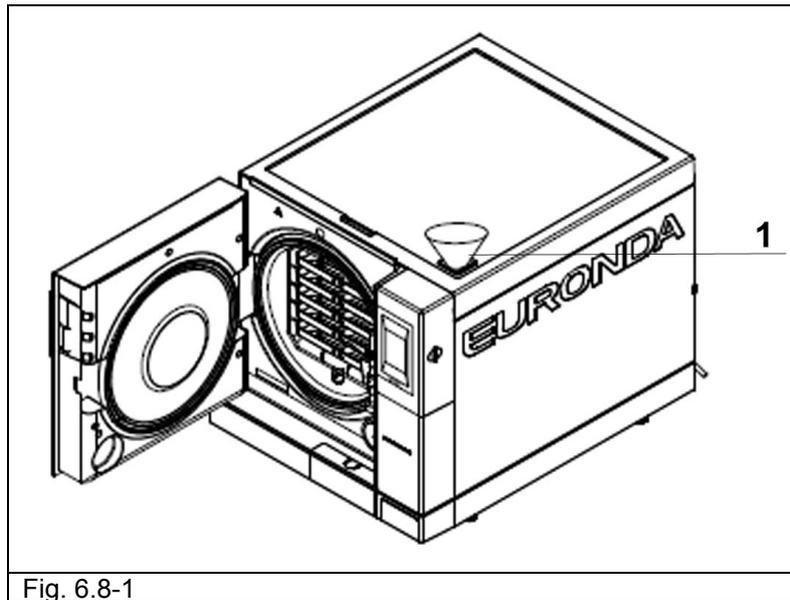

Fig. 6.8-1
2. Abrir el tapón de la tapa superior, colocar el embudo que forma parte del equipo base en el orificio (1 en la Fig. 6.8-1) e introducir manualmente el agua destilada, según las cantidades que se indican en el cap. 5.3 "Datos técnicos"; en cualquier caso no superar el nivel indicado con MÁX. en el orificio de carga del agua. Además es posible introducir el agua a través del desionizador (opcional, Apéndice 10). Para la instalación de este elemento opcional, consultar el manual de instrucciones "Aquafilter" correspondiente, que se entrega con el desionizador.
2. Llenar el depósito del agua limpia con nueva agua limpia (1 en la Fig. 6.8-1).